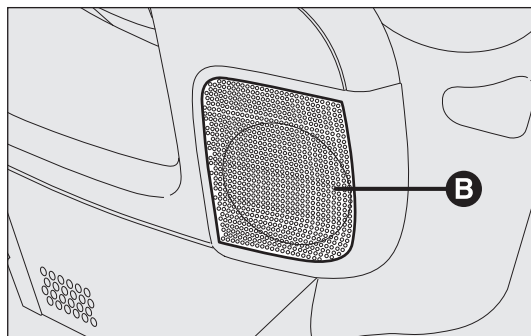

fig. 133
- ☐ 2 mid-woofer B placés dans les portes AV (diamètre 165 mm, puissance 40 W maximum chacun) fig. 133 ;